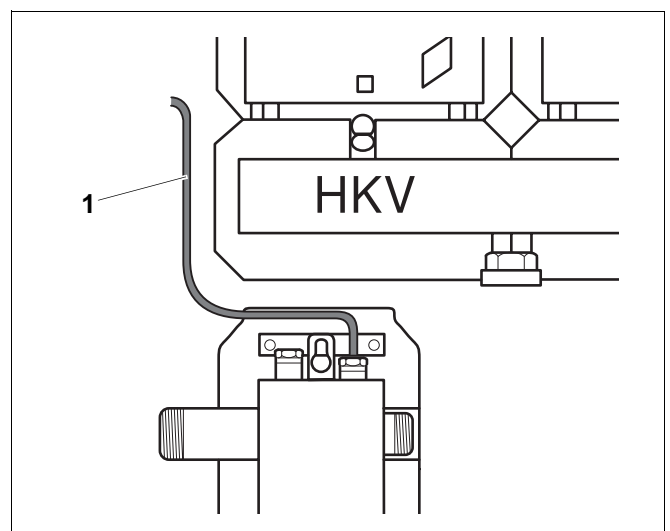

Abb. 7 Vorlauffühler des Regelgeräts
- Vorlauffühler (Abb. 7, Pos. 1) des Regelgeräts in die Tauchhülse einführen.